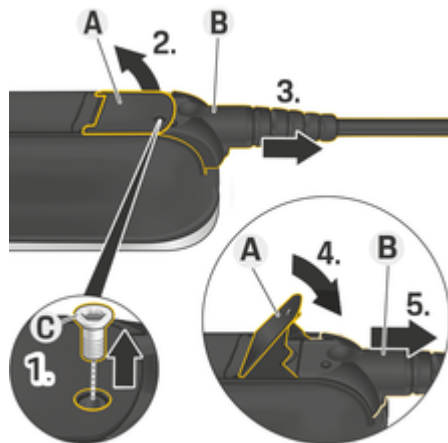

Fig. 15: Løsne kabel
1. Løsne skruen **C** (Fig. 15) med et egnet verktøy.
2. Spak **A** (Fig. 15) løftes.
3. Trekk ut støpselet **B** (Fig. 15) til du kjenner motstand.
4. Spak **A** (Fig. 15) lukkes.
5. Trekk kontakt **B** (Fig. 15) helt ut.